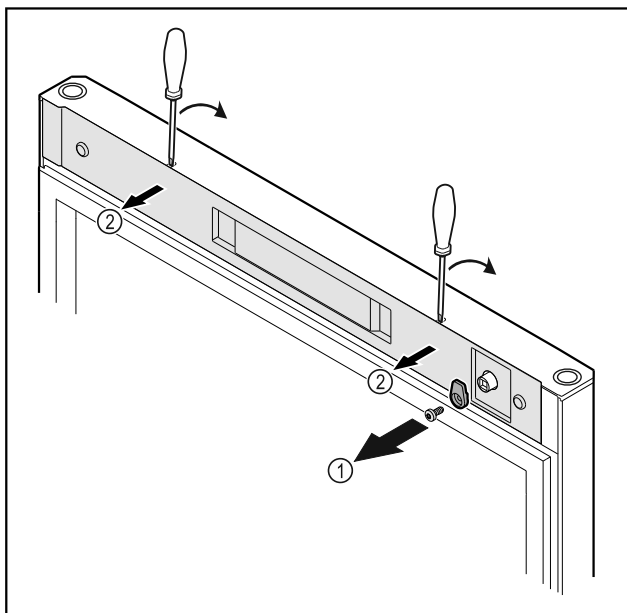

Fig. 10
- Odšroubujte petlici Fig. 10 (1).
- Uvolněte kryt Fig. 10 (2) malým šroubovákem a sejměte jej.